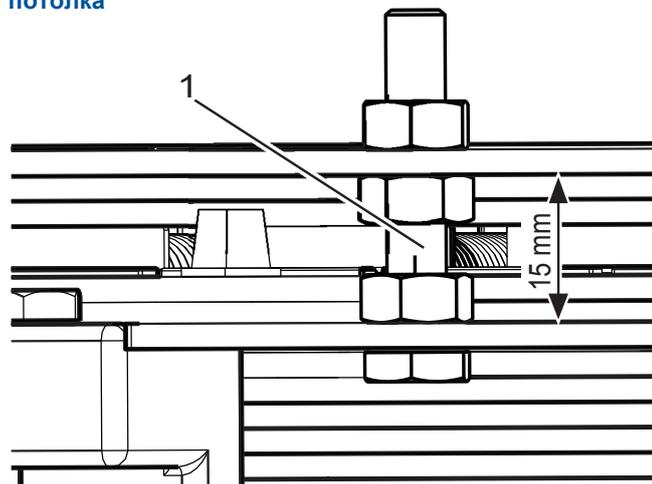
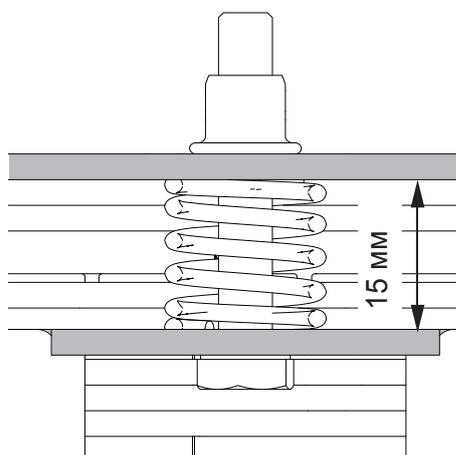

Рис. 129 Устройство регулировки высоты
Рис. 130 Устройство регулировки высоты (конструкция потолка с высотой канопе 100 мм и приводом KT FLEX Direct)
3. Установить пластину переходника для привода с помощью устройства регулировки высоты (6 шт.) (рис. 129/1 и рис. 130) примерно в 15 мм от привода.
- Отрегулировать пластину переходника привода с помощью устройств регулировки высоты (6 шт.) (рис. 129/1 и рис. 129) по периметру привода, чтобы щетки створки наверху касались сегмента нижней части потолка.